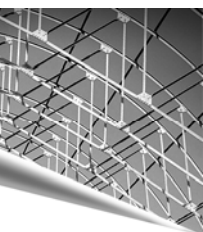
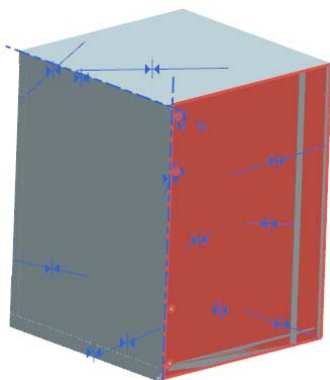

图 11-284 选择相配部件
图 11-285 选择基础部件
(4) 在“装配约束”对话框中，选择“接触对齐”类型，在视图区选择相配部件和基础部件，如图 11-284 和图 11-285 所示。